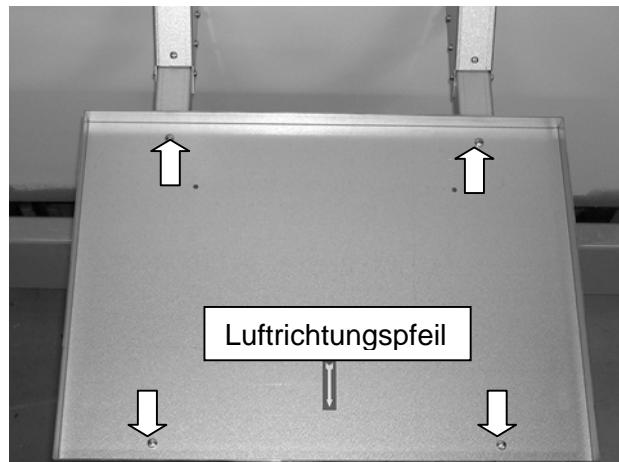

Bild 2
2. Montieren Sie die Konsolplatte so, dass der Luftrichtungspfeil (Bild 2) in gleiche Richtung zeigt, wie der Entfeuchter die Luft blasen soll, (Achtung! Nicht gegen die Wand!). Schrauben Sie die Platte mit den vier Schrauben ST4, 8x13 (siehe Pfeile auf Bild 2) fest.